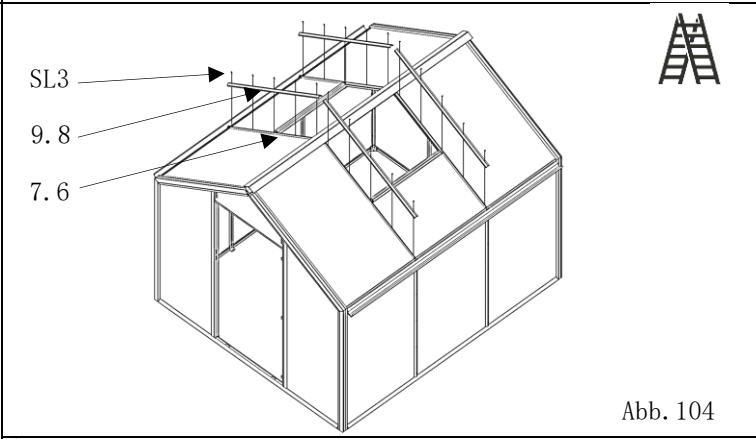

Abb. 104
- die Eindeckprofile (Pos. 9.8) werden außen auf die Dachsparren (Pos. 7.6) aufgesetzt und mit je 5 x Senkkopf-Bohrschrauben 4.2x16 (Pos. SL3) verschraubt. (Abb. 104)